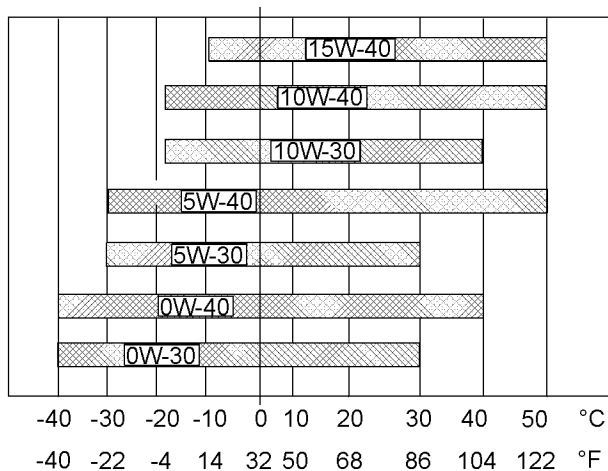

Abbildung 42
Zur Bestimmung der erforderlichen Ölviskosität für Kaltstarts siehe Abbildung 42 (Tiefsttemperatur).
Zum Auswählen der erforderlichen Öviskosität für den Motorbetrieb bei der höchsten zu erwartenden Umgebungstemperatur siehe Abbildung 42 (Höchsttemperatur).
- Siehe die geeigneten "Schmierstoffviskositäten". Siehe die entsprechende Abbildung 42, um den richtigen Viskositätsgrad für den Motor zu bestimmen.